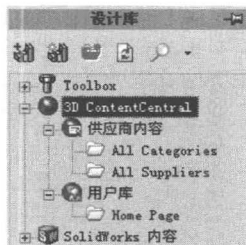

图1-5
- 3D ContentCentral: 用于访问零部件供应商和个人提供的所有主要 CAD 格式的 3D 模型，以便于使用者与网上的用户进行交流，如图 1-5 所示。